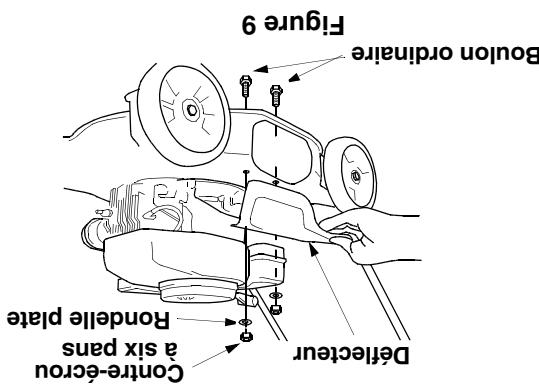

Figure 9
3. De bas en haut, insérez les boulons ordinaires dans le alignez les trous. Voir la Figure 9.